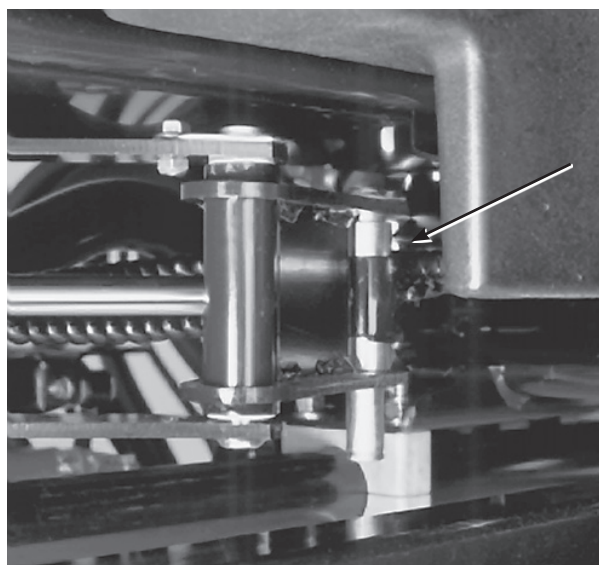

図 29
- ・ サイドワインダーのシリンダの両端 (2か所) (図29)